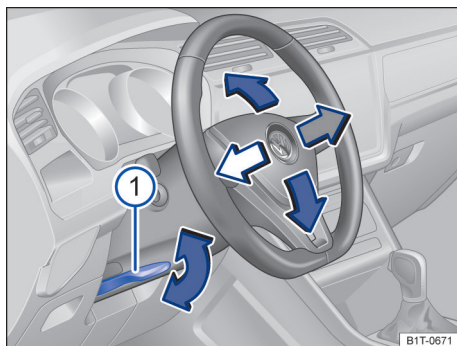

Fig. 69 Embaixo do volante no revestimento da coluna de direção: alavanca de ajuste mecânico da posição do volante.
- Virar a alavanca → Fig. 69 1 para baixo.
- Depois do ajuste, virar a alavanca → Fig. 69 1 sempre firmemente para cima, para que o volante não mude de posição involuntariamente durante a condução.